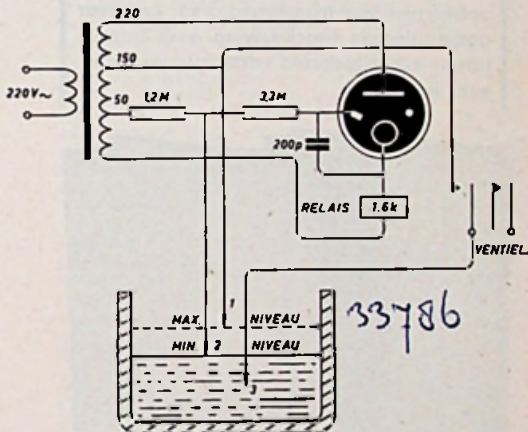

Fig. 6 - Vloeistof-niveauregelaar
**Vloeistof-niveauregeling.** Fig. 6 geeft een niveauregelschakeling. In de getekende stand is het relais afgeschakeld en het ventiel geopend; de vloeistof zal dus in het vat stromen. Wanneer het niveau zover is gestegen, dat contact 1 is bereikt, wordt er aan de starterelektrode via de 3,3 MΩ weerstand en de contacten 2 en 1 'n spanning van 150 V toegevoerd, waardoor de buis zal ontsteken. Het relais trekt aan waardoor